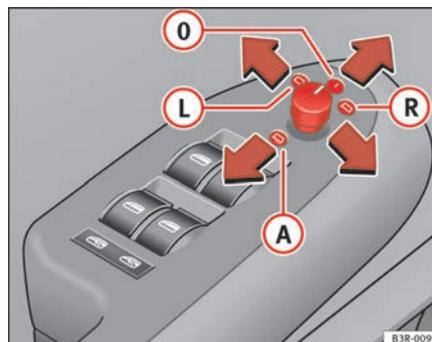

Fig. 103 Vue partielle de l'accoudoir : bouton rotatif
- Tournez le bouton rotatif en position ⇒ page 134, fig. 103 **L** (rétroviseur côté conducteur) ou en position **R** (rétroviseur côté passager).
Lorsque vous engagez la marche arrière, le miroir du rétroviseur bascule légèrement vers le bas si le système est réglé sur le rétroviseur côté passager (bouton rotatif en position **R** ⇒ page 134, fig. 103). Le conducteur peut ainsi voir le bord du trottoir lorsqu'il se gare.